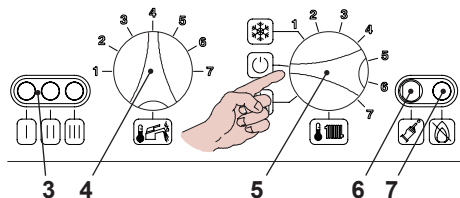

Figura 7.11
- Posizionare il selettore 5 come indicato in Figura 7.11 per uscire dalla programmazione.